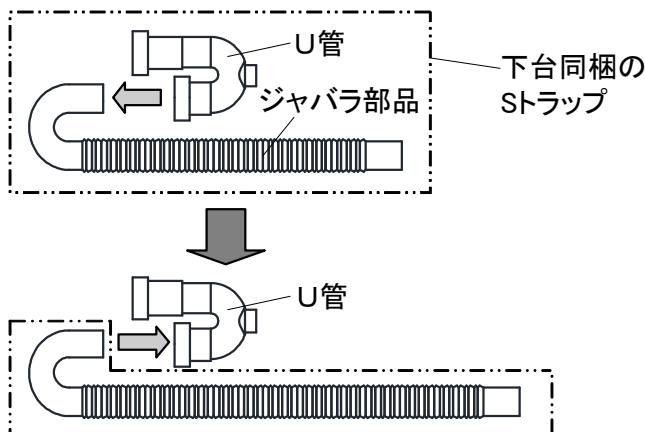

図6-4
- 1、下台に同梱しているストラップのジャバラ部品をU管からはずしてください。[図6-4]
- 2、台輪スペーサーに同梱しているジャバラ部品をU管に取り付けてください。[図6-4]